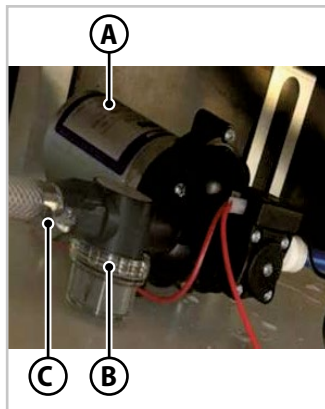

Fig.7.1 - Filtre externe de la pompe à eau
3. Accéder à la pompe à eau (**A** - Fig.7.1) en enlevant les coussins du canapé de la dinette et le couvercle du compartiment du réservoir d'eau potable.
4. Dévisser le raccord en plastique (**C** - Fig.7.1) qui raccorde le filtre au tuyau d'évacuation.
5. Dévisser le capot transparent (**B** - Fig.7.1) du filtre et sortir le corps filtrant.